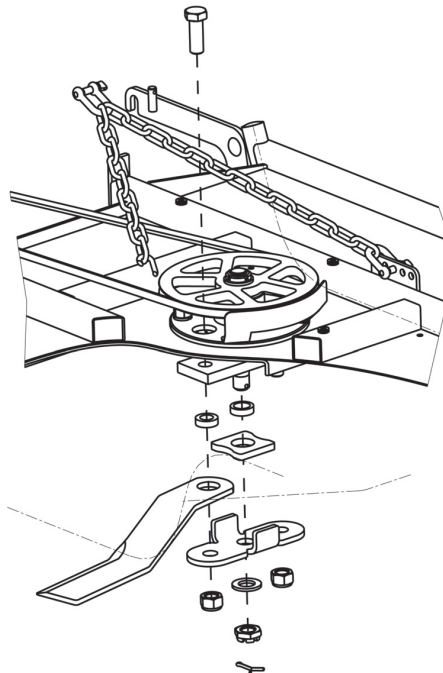

Abb. 6
Ersetzen Sie stumpfe oder beschädigte Messer (9), indem Sie sie durch Lösen der Schrauben (41) vom Träger (8) abnehmen. Wir empfehlen, die Klemmschrauben (41), Muttern (46) und Sicherungsscheiben (54) mit den Messern auszutauschen. Nach dem Festziehen müssen die Messer horizontal frei schwingen können. Siehe Abb. 6.